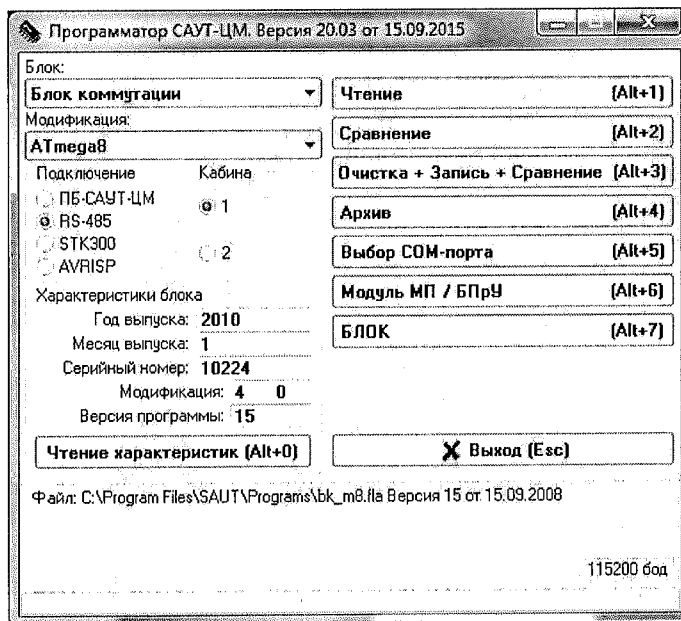

Рисунок 1.50
- в окне «Программатор САУТ-ЦМ» (рисунок 1.50) нажать кнопку «Модуль МП/БПрУ»;